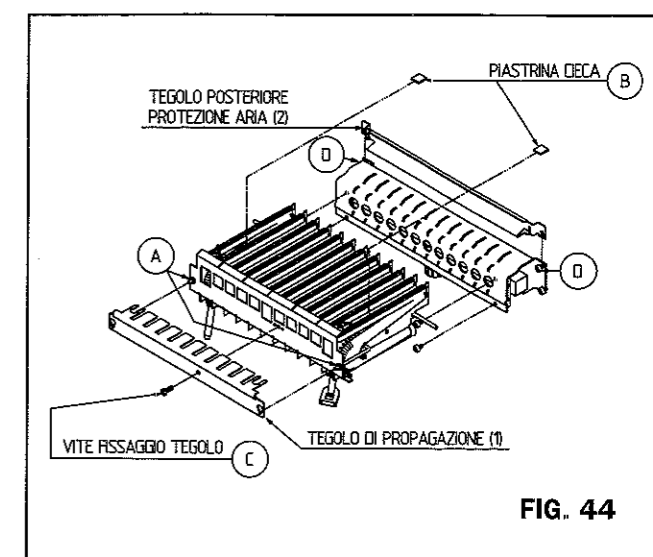

FIG. 44
**N.B.** Nel caso si stia effettuando una trasformazione da un tipo di gas a gas GPL, è necessario montare sul gruppo bruciatore i tegoli di propagazione aggiuntivi, riferendosi alla fig. 44 e procedendo nel modo seguente:
- Allentare di qualche giro i dadi (A) di fissaggio del tegolo di propagazione (1)